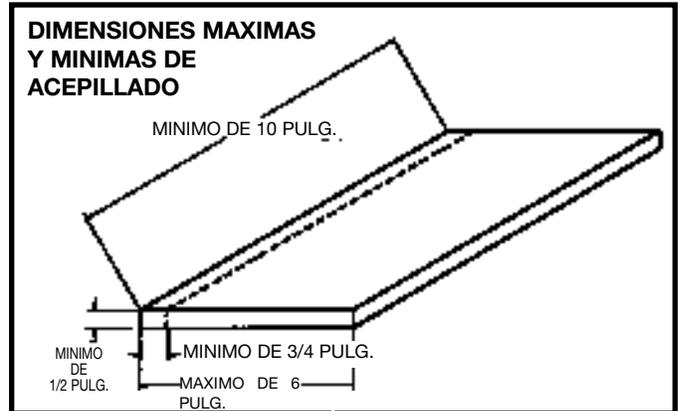

Fig. 71
**NO REALICE OPERACIONES DE ACEPILLADO SOBRE MATERIALES MAS CORTOS QUE 10 PULG., MAS ANGOSTOS QUE 3/4 DE PULG., MAS ANCHOS QUE 6 PULG., O CON MENOS DE 1/2 PULG. DE GRUESO (REFIERASE A LA FIG. 71).**